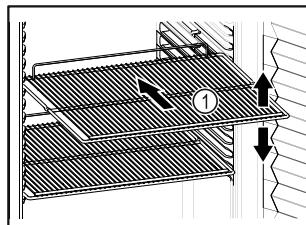

Fig. 30 Ilustratīvs attēlojums
- Ja novietošanas režīgi Fig. 30 (1) ir novirzāmi, pielāgojiet tos pēc augstuma.